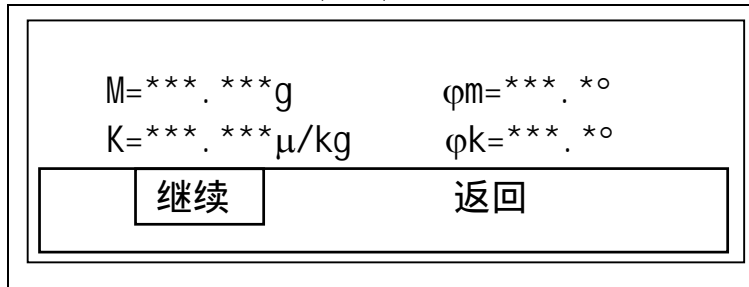

图4-13
例如选择了“移试重”，按|回车|键，屏幕显示如图4-13。
(9) 按|回车|键，屏幕显示如图4-13，但M值（剩余不平衡量）比图4-13中明显减小。